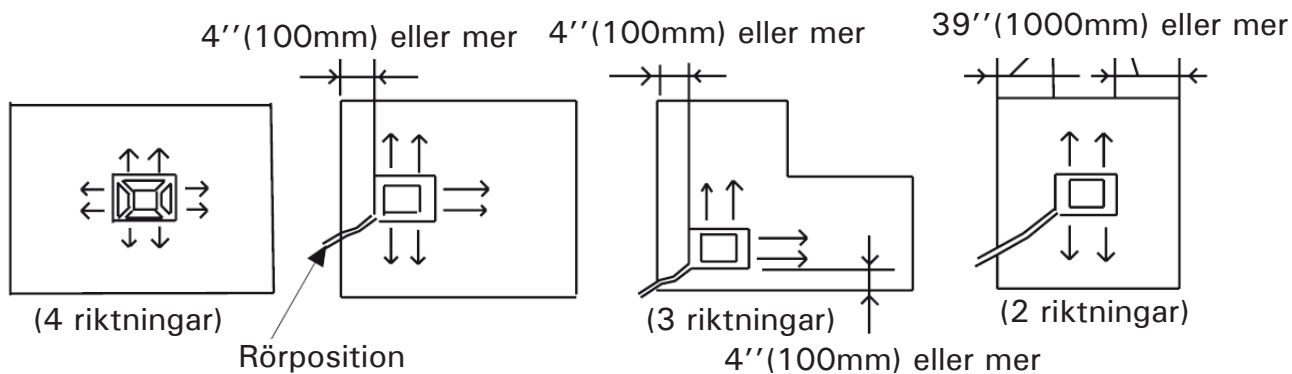

Fig. 3
- (1) Var noggrann i ditt val av plats för enheten. Efter färdig installation kan det vara svårt att byta plats.
- (2) Kom överens med kunden om lämplig installationsplats.
- (3) Utloppsriktning kan väljas enligt Fig.3.